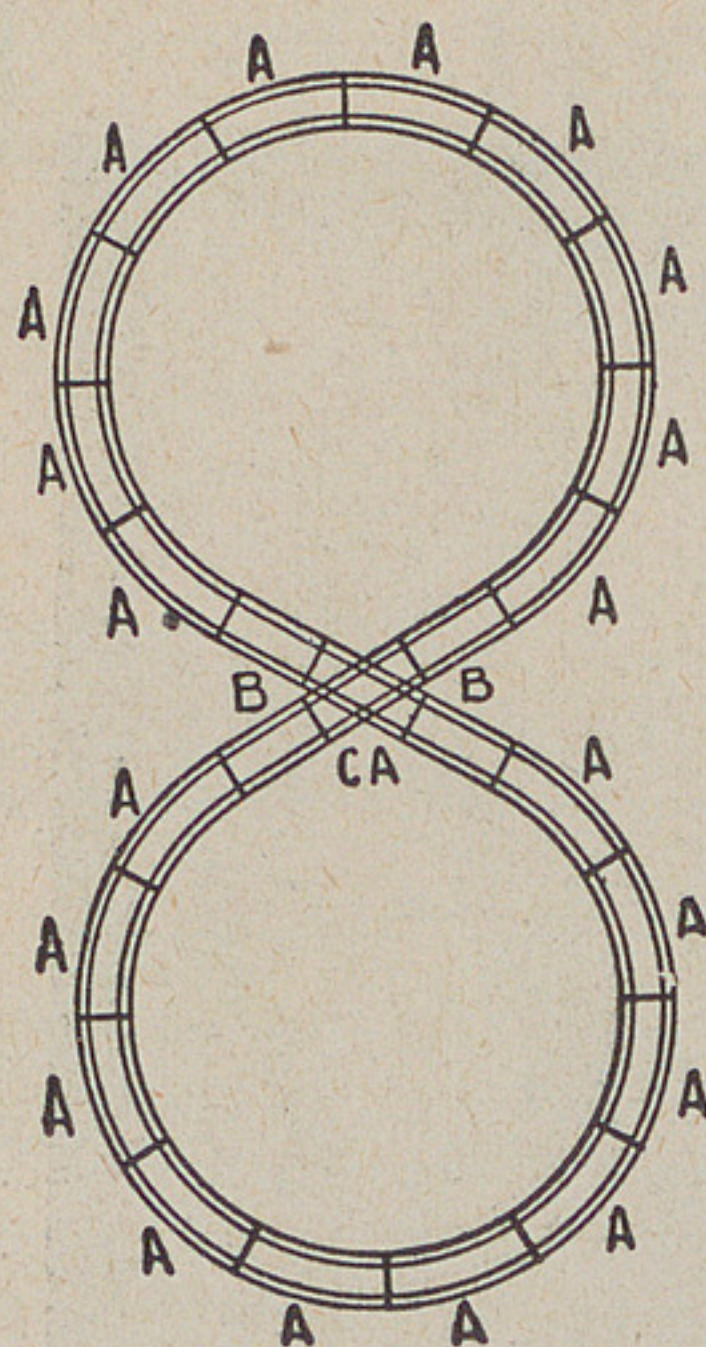

Fig. 8
Maintenant, supposons que nous sommes las d'une voie ovale ou en forme de cercle; nous allons nous occuper de différentes méthodes pour le développement de notre modèle. Le plan le plus simple est peut-être celui représenté par la fig. 8. Ici le seul nouvel élément est le croisement oblique (CA), mais son emploi permet l'établissement d'un modèle beaucoup plus intéressant. Lorsqu'on se sert de rails de 61 cm. de rayon, il faut 20 rails courbes (A2) et 4 rails droits (B1) en plus du croisement oblique. Si l'on emploie des rails de 30 cm. de rayon, il faut 10 rails courbes (A1) et quatre quarts de rails droits (B1/4). Les 4 quarts de rails occupent la même position que les 4 rails droits (B sur la figure).